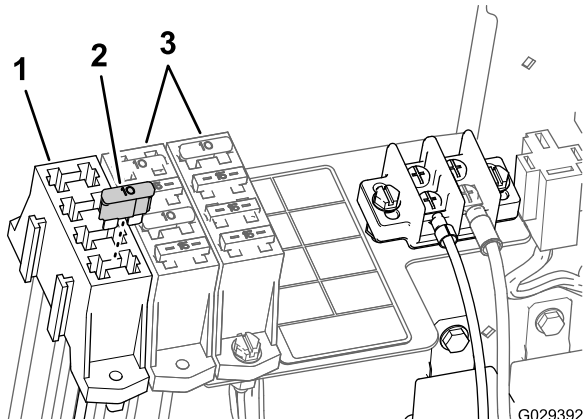

Figura 24
- Installate il fusibile da 15 A nella presa individuata nel portafusibili ausiliario (Figura 24).